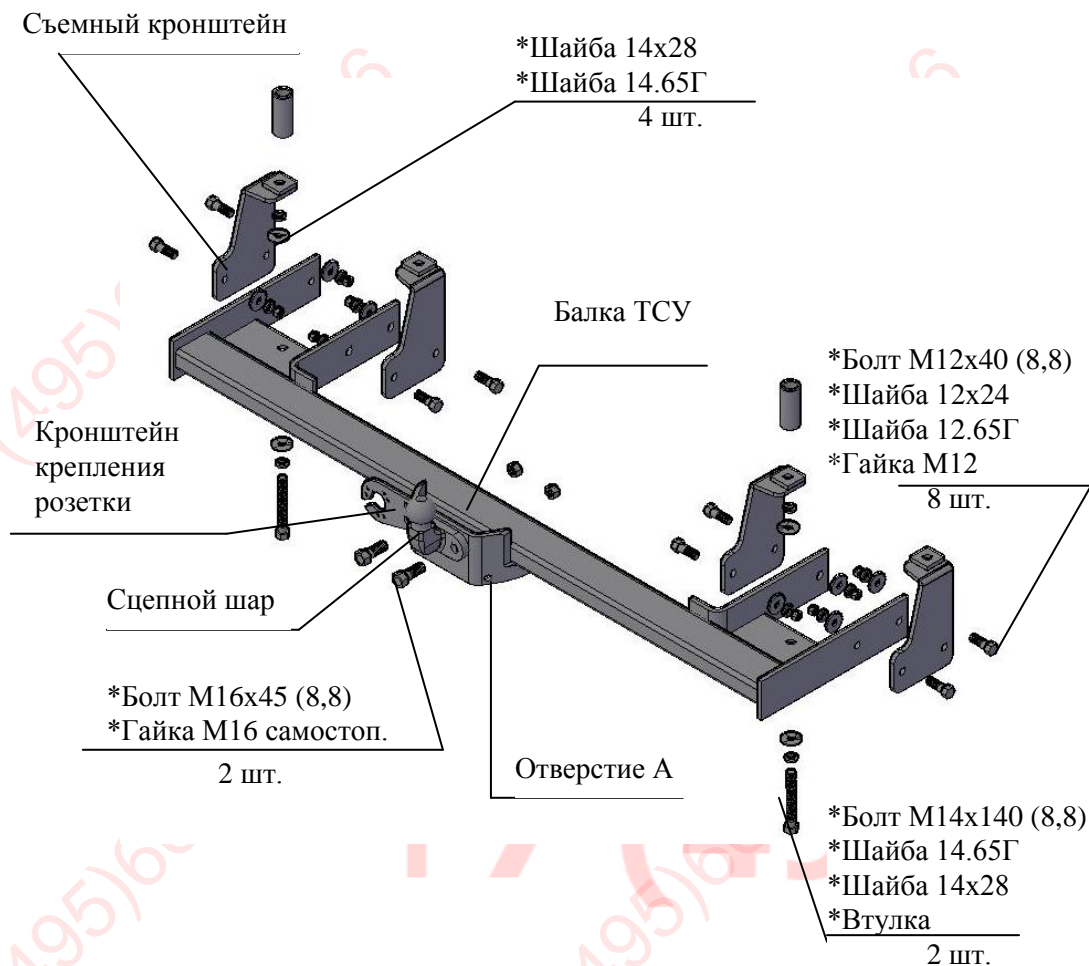

Рис.1 Тягово-цепное устройство ТСУ 9610
2.1 ТСУ 9610 в сборе (рис.1)	1 шт.
2.2 Пакет с комплектующими (см. рис.1) Защитный колпак	1 шт.